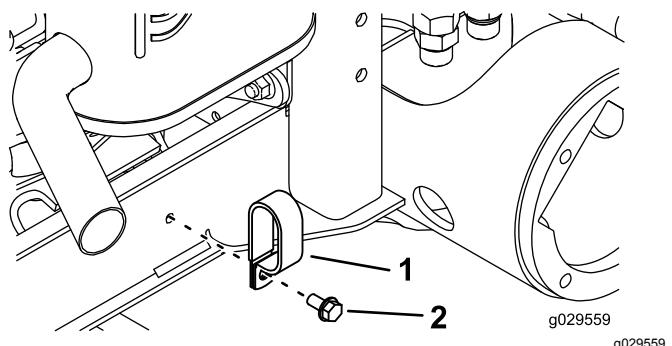

図 32
- フレームの右側のチャネル材にホースクランプを固定しているボルトとナットを取り外す図32。